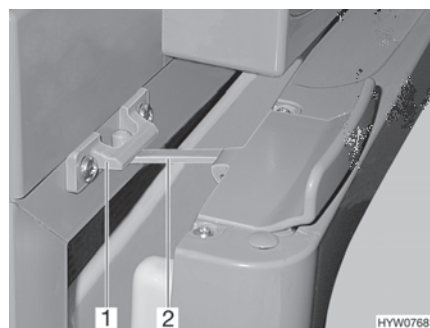

Fig. 135 Porta del frigorifero in posizione di ricircolo d'aria (Thetford)
■ Aprire il bloccaggio (Fig. 135,2) e innestarlo nella sede di bloccaggio (Fig. 135,1). In questo modo la porta del frigorifero rimane ferma in posizione socchiusa.